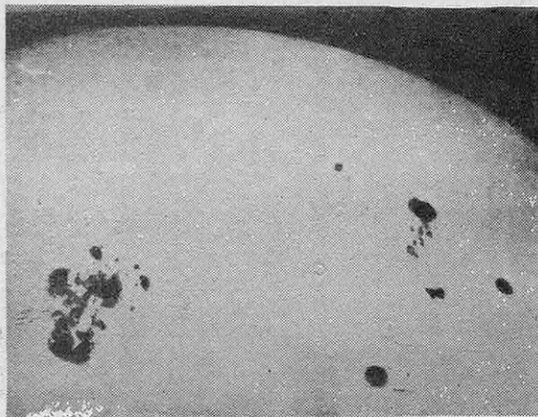

FIG. 1. — GROUPE CARACTÉRISTIQUE DE TACHES SOLAIRES SUR UNE PORTION DU DISQUE SOLAIRE
Comment explique-t-on cet extraordinaire renforcement du rayonnement solaire pour les ondes radiophoniques ? On ne sait pas encore grand'chose. Signalons pourtant qu'un rapprochement a été déjà fait : on a observé que le moment où l'émission hertzienne du Soleil se trouve intensifiée est précisément celui où les taches solaires (fig. 1), avec tous les phénomènes qui les accompagnent, sont particulièrement importantes. Par exemple, un magnifique groupe de taches était visible à la fin du mois de février 1942, au moment où l'on a observé pour la première fois les ondes solaires radiophoniques ; l'apparition de ce groupe au bord est du Soleil, par rotation de celui-ci, fut accompagnée, le 21 février, d'une splendide éruption chromosphérique, qui a été observée à l'Observatoire de Meudon ; on a d'ailleurs observé d'autres éruptions pendant la semaine suivante. Enfin, il s'est produit un « évanouissement brusque » dans la réception des ondes radiophoniques (1) le 28 février et un brusque orage magnétique intense le 1^{er} mars. Rappelons que les orages magnétiques sont produits, en même temps que les aurores, lorsque les corpuscules électrisés qui s'échappent des taches solaires pénètrent dans les hautes couches de notre atmosphère. Quant aux « évanouissements brusques », on les attribue à une ionisation anormalement intense de la couche ionosphérique par arrivée dans notre atmosphère de
(1) Voir : « Que savons-nous des très hautes couches de l'atmosphère terrestre ? » (*Science et Vie*, n° 345, juin 1946).
FIG. 1. — LA FIN DE LA CHAÎNE DE PEINTURE DES CARROSSERIES DANS UNE USINE D'AUTOMOBILES AMÉRICAINE. On voit ici les conduites d'air froid qui permettent aux ouvriers finisseurs d'entreprendre leur travail immédiatement après la sortie des fours des carrosseries.